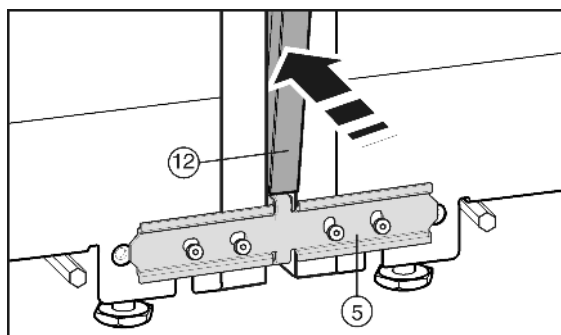

Fig. 9
Prima dell'inserimento dei coprifuga Fig. 9 (12) premere le due nervature sull'intera lunghezza. Il listello è facilmente inseribile nella fessura. Per premere il listello utilizzare un panno morbido, così da evitare ammaccature nella superficie del coprifuga. Premere con cura il listello diritto nella fessura per ottenere una connessione ottimale.
- Sul lato anteriore premere il coprifuga Fig. 9 (12) lungo nella fessura verticale. Prestare attenzione in modo che il listello poggi sulla lamiera di collegamento Fig. 9 (5).